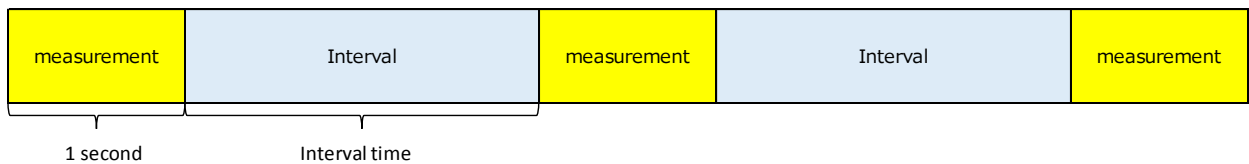

Fig. 11. インターバルモード (Interval mode : intermittent measurement)
- ・パラメータ：インターバル時間（TINT）を変更することにより、下図の Fig.11 に示すように、各測定間にインターバル時間を有するインターバルモード（間欠測定モード）に変更することが可能です。
- Parameter: By changing the interval time (TINT), it is possible to change to the interval mode (intermittent measurement) that has an interval time between each measurement, as shown in Fig. 11 below.